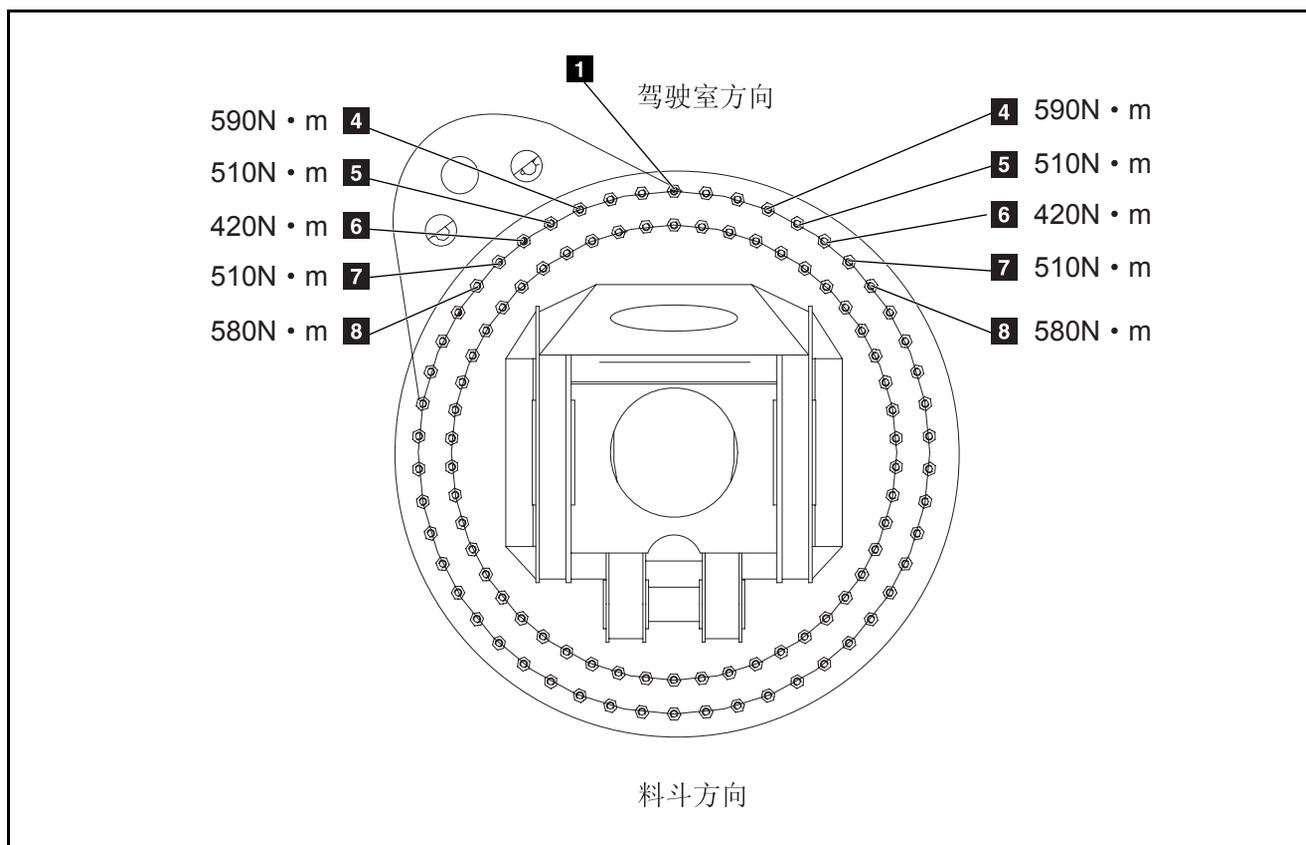

图 4-2(3) 37m 泵车回转轴承各螺栓拧紧力矩分布图
按图 4-2(1) 回转轴承结构所示 (以 37m 泵车回转轴承为例):
**步骤 2** 将回转轴承吊起，内圈按图 4-2(1) 所示的方向穿上螺栓，外圈按图示方向穿上螺栓，带上螺母。回转轴承内圈止口与转塔底座的止口正对，回转轴承内圈螺孔与转塔底座上的螺孔对准，将螺栓一一插到位。螺纹部分涂上紧固胶，带上螺母、垫圈。用扳手拧紧螺母，用扭力扳手检查每个螺栓的拧紧力矩，都达到  $630\text{N} \cdot \text{m}$ 。
**步骤 3** 外圈螺栓上的螺母拧开，吊上转台，按图 4-2(3) 37m 泵车回转轴承各螺栓拧紧力矩分布图所示，将转台的方向对正，将螺栓一一插到位。螺纹部分涂上紧固胶，带上螺母、垫圈。用扳手拧紧螺母，用扭力扳手检查每个螺栓的拧紧力矩，令螺栓**1**正对驾驶室方向，两边对称检查拧紧力矩，第**4**个螺栓为  $590\text{N} \cdot \text{m}$ ，第**5**个螺栓为  $510\text{N} \cdot \text{m}$ ，第**6**个螺栓为  $420\text{N} \cdot \text{m}$ ，第**7**个螺栓为  $510\text{N} \cdot \text{m}$ ，第**8**个螺栓为  $580\text{N} \cdot \text{m}$ ，其余螺栓均为  $630\text{N} \cdot \text{m}$ 。